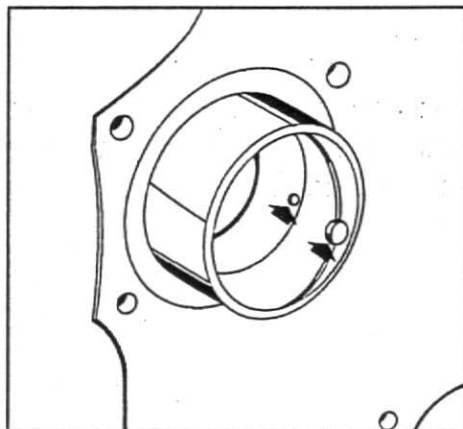

Fig. 6
2. Na montagem da bucha, certifique-se de que o furo de lubrificação esteja alinhado com o furo no bloco, fig.6.